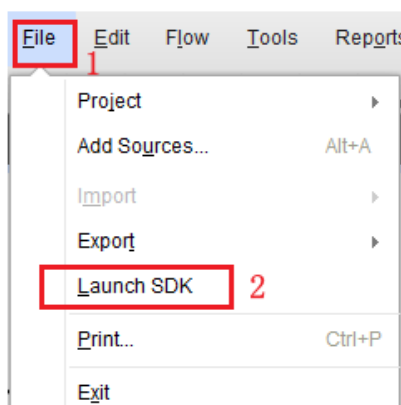

图 1-23 进入 SDK 软件
2. 进入 SDK 软件，点击 File->Launch SDK，如下图 1-23 所示。